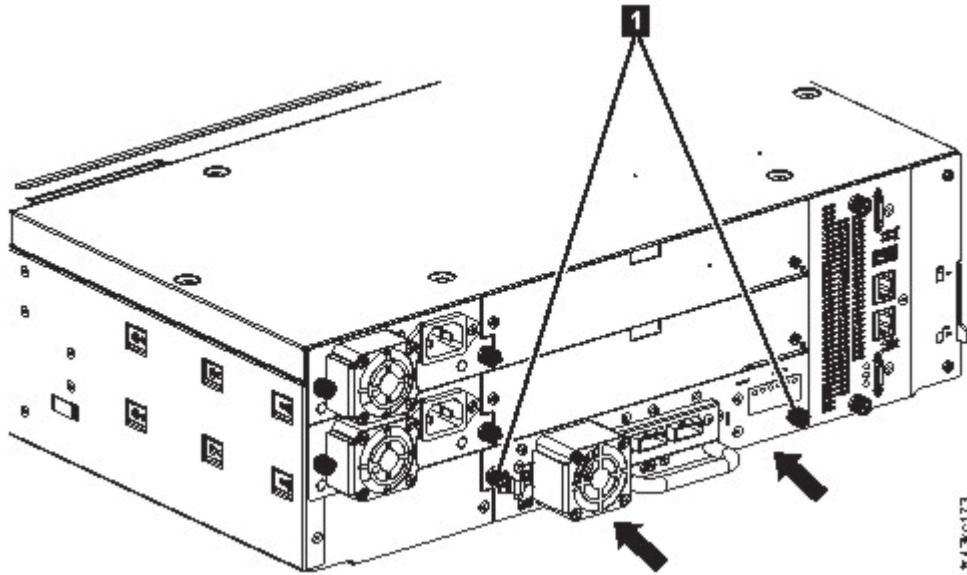

图 61. 安装磁带机
3. 用手指拧紧翼形紧固螺钉（第 104 页的图 61 中的 **1**），直到磁带机牢固为止。